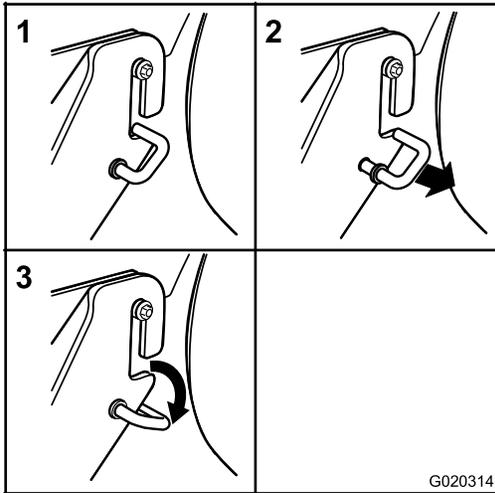

Figura 71
1. Extraiga los ganchos a resorte de las ranuras de los soportes de las pletinas de suspensión en cada lado de la carcasa (Figura 71).